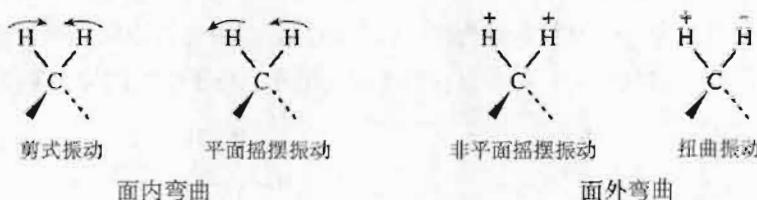

图 1-5 分子弯曲振动示意图
② 弯曲振动 分为面内弯曲振动与面外弯曲振动，面内弯曲振动又分剪式振动与平面摇摆，面外弯曲振动又有非平面摇摆与扭曲振动（如图 1-5）。弯曲振动的特点是键长不变，键